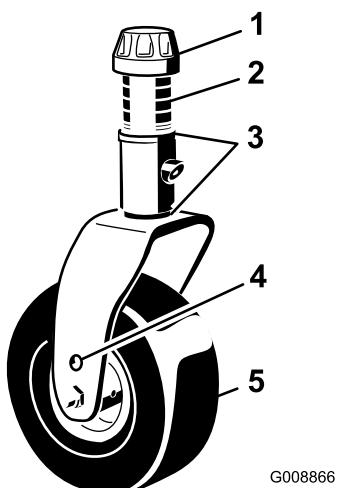
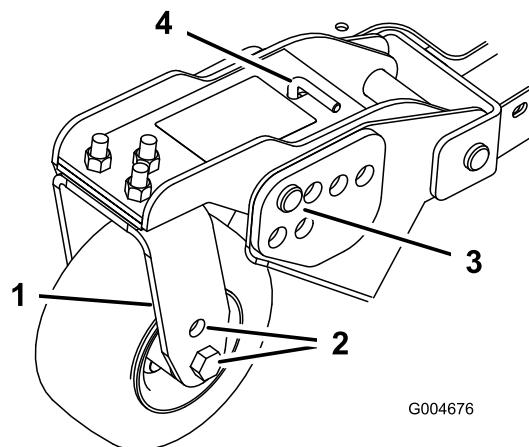
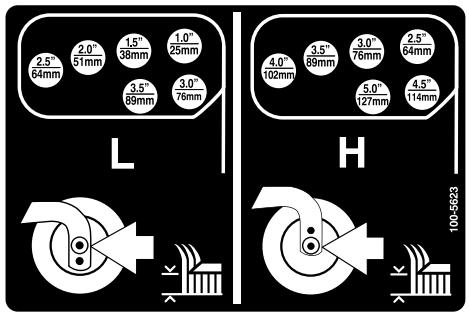

図 25
図 27
図 28
1. 全部のキャスタホイールの軸をキャスタフォークの同じ穴にセットどのキャスタフォークもで同じ高さの穴に統一する図 25と図 27。
2. スピンドルシャフトからテンショニングキャップを取り外し、キャスター アームからスピンドルを抜き出す図 25。
6. キャスタピボットアームからヘアピンコッターとクレビスピンを抜き取る図 27。
7. テンションロッドを回してピボットアームの上下位置を調整し、刈り込みデッキのフレームの希望高さブラケットに合わせる図 27と図 28。